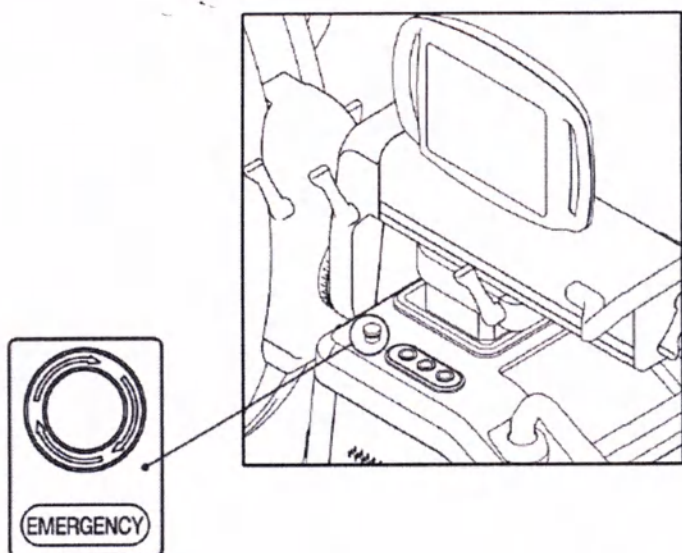

Рисунок 14
- В аварийной ситуации вы можете остановить работу аппарата нажатием аварийного выключателя, расположенного с левой стороны основного корпуса (рисунок 14).